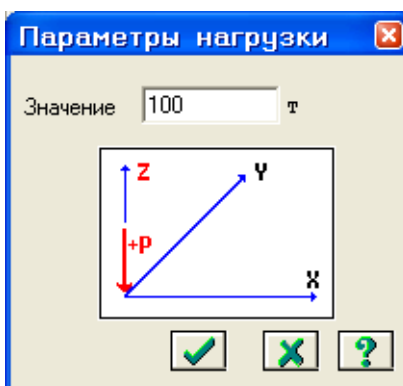

Рис.9.30. Диалоговое окно **Параметры нагрузки**
- В появившемся окне введите значение **P = 100 т** (рис.9.30).